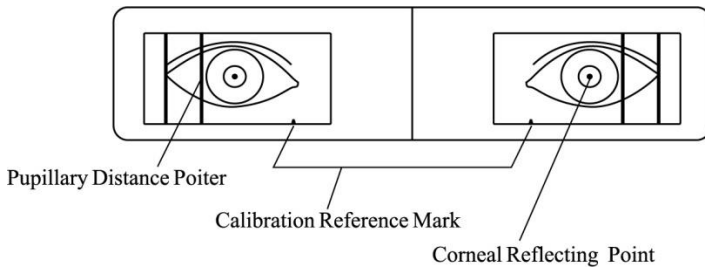
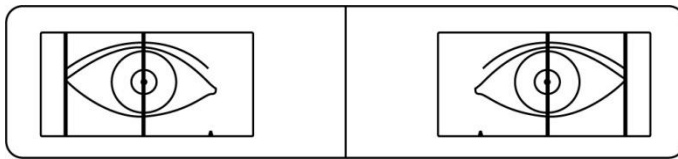

Abb. 7a (Der Anblick, den der Tester durch das Messfenster beobachtet)
Abb.7b (Der linke und der rechte Zeiger stimmen mit den reflektierenden hellen Punkten überein)
- d. Der Tester beobachtet den reflektierenden Lichtfleck auf der Pupille des Probanden durch das Messfenster. Verschieben Sie die linken und rechten Pupillen-Messtasten, der linke und rechte Pupillenabstandszeiger stimmen mit den reflektierenden Lichtpunkten der linken bzw. rechten Pupille des Probanden überein (wie in Abb. 7a und Abb. 7b gezeigt). Die im Anzeigefenster angezeigten Daten sind der gemessene Pupillenabstand.